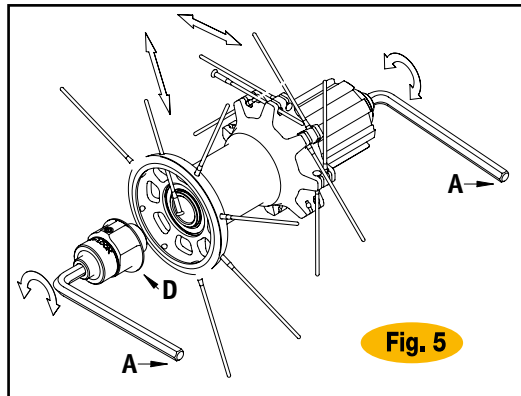

Fig. 5
- Introduzcan dos llaves Allen (A) en las tuercas de tope en los extremos de los bujes y gírenlas en sentido antihorario.
- Después de haber extraído la parte móvil, extraigan el radio a sustituir e introduzcan el radio nuevo, (Fig.5). y bloqueen firmemente la tuerca de tope móvil con un par de 15 Nm.